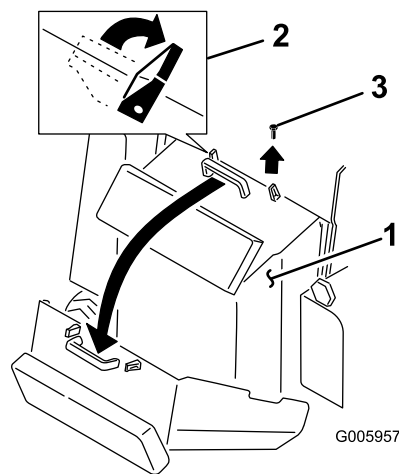

Figure 23
3. Dégagez les 2 languettes de blocage en haut du couvercle d'accès arrière (Figure 23).
4. Enlevez le boulon situé près de la languette de blocage droite (Figure 23).
5. Pour ouvrir le couvercle, tirez-le vers le haut et en arrière par la poignée (Figure 23).